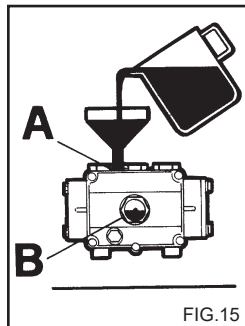

FIG.15
- 2) Bruk peilepinnen til å skru av dekslet (fig. 15).